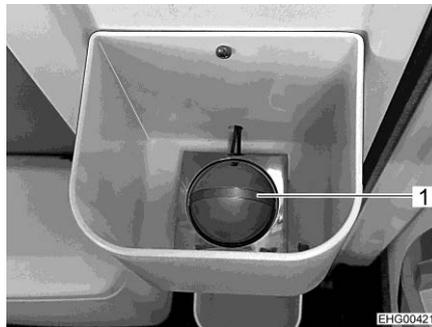
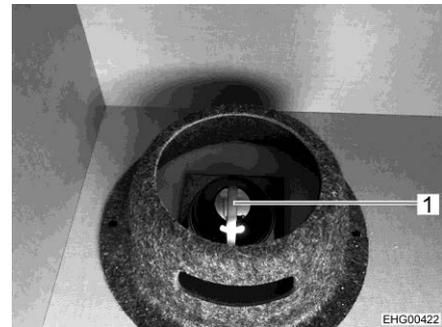

Fig. 84 Station d'accueil active sur la porte cellule
Fig. 85 Station d'accueil active sur l'étagère au-dessus de la cabine de conduite
Les stations d'accueil actives peuvent se trouver en différents endroits du véhicule, par exemple sur l'étagère de la porte cellule (Fig. 84,1), sur celle au-dessus de la cabine de conduite (Fig. 85,1) ou dans la penderie.
- Rétracter la lampe (Fig. 86), puis l'insérer dans la station d'accueil active (par exemple Fig. 84,1 ou Fig. 85,1).